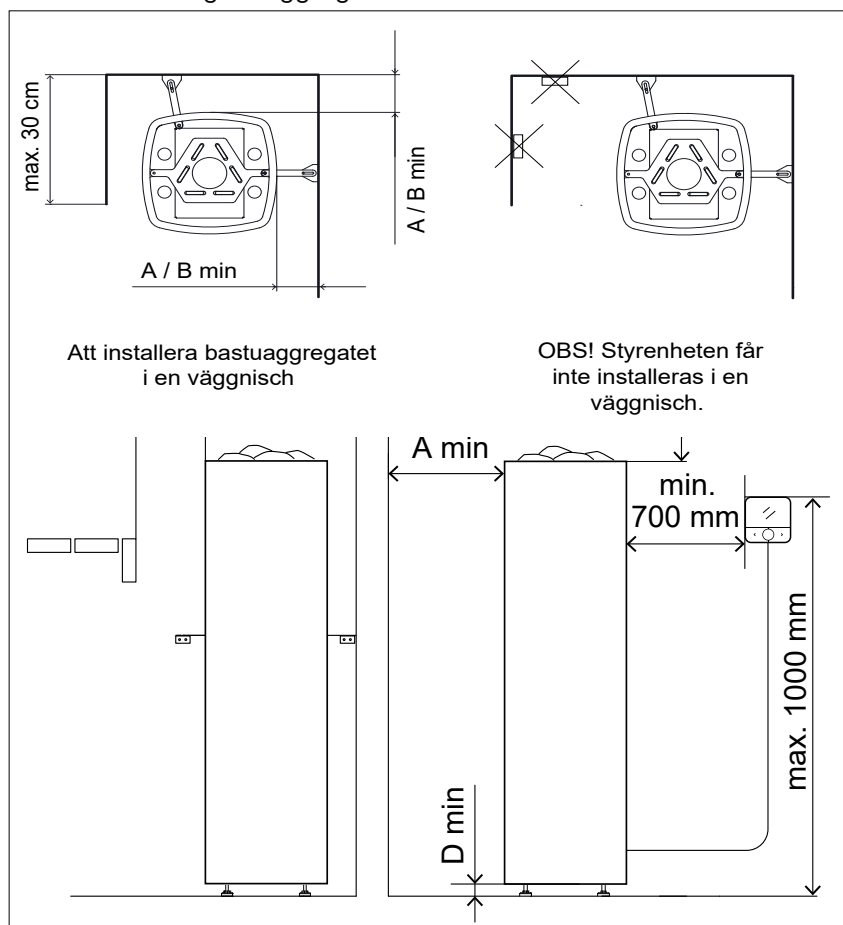

Bild 6.1-1: Minimisäkerhetsavstånd till systemet
Vid behov kan man bygga ett skyddsräcke runt bastuaggregatet. Vid planeringen ska man alltid följa de minimiskyddsavstånd till brännbara strukturerna som anges i anvisningarna (bild 6.1-1 och tabell 6.1-1). Felaktig installation orsakar brandrisk.
- Bastuaggregatet kan också installeras i en väggnich. Då ska skyddsavstånden enligt bild 6.1-1 beaktas.
- Styrpanelen får inte installeras på platser där temperaturen överstiger den maximala temperaturen på 80 °C. Om styrpanelen installeras i basturummet ska installationsplatsen vara minst på ett minimiskyddsavstånd (0,7 m) från bastuaggregatet och högst en meter (1 m) från golvet (se bild 6.1-1). Strömkablarna och styrpanelens kabel ska inte installeras bredvid varandra för att undvika störningar.